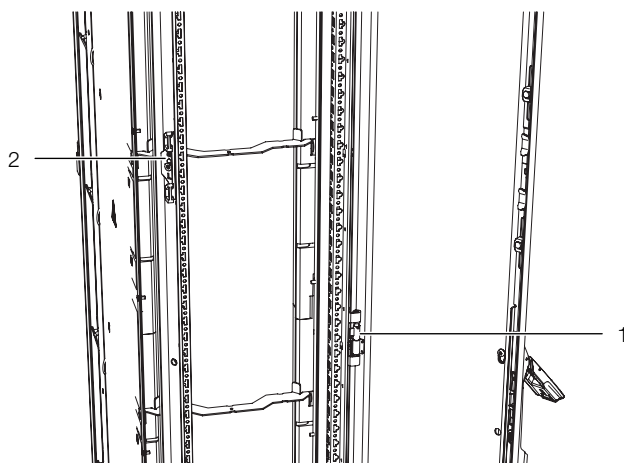

Fig. 30 : éléments de fixation sur le Liquid Cooling Package – vue de l'arrière
- Démontez les charnières (fig. 30, pos. 1) ainsi que les butées de porte (fig. 30, pos. 2) du LCP Inline et les monter de manière analogue à l'arrière sur l'adaptateur.